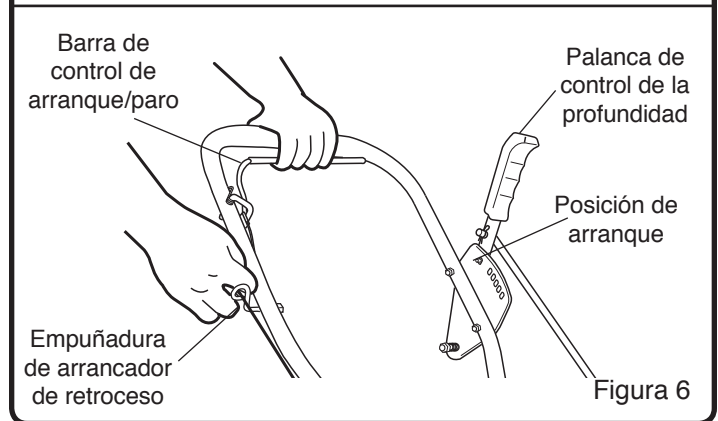

Figura 6
2. Mover la palanca de control de la profundidad a la posición de arranque. (Véase la figura 6).
4. Sujetar firmemente el asidero de la bordeadora con la mano izquierda y tirar de la barra de control de arranque/paro contra el asidero. (Véase la figura 6).
5. Asir firmemente la empuñadura del arrancador de retroceso con la mano derecha. (Véase la figura 6).